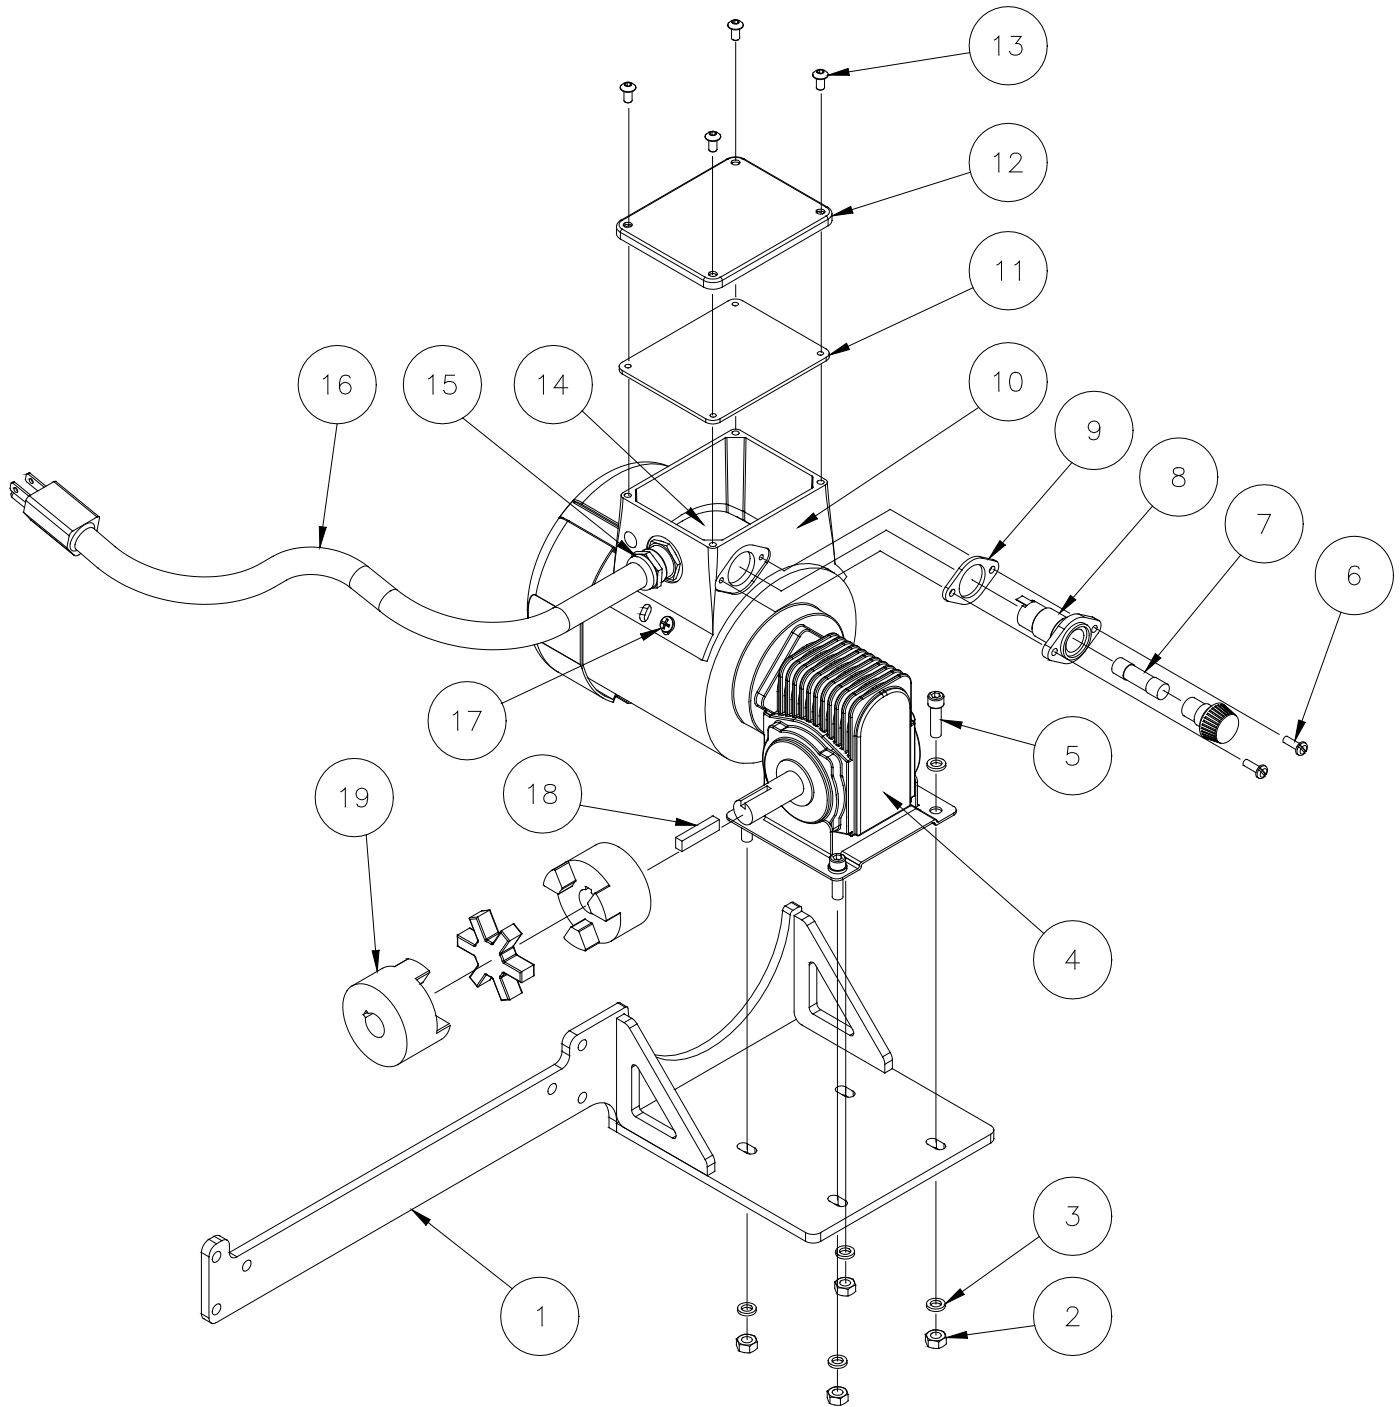

FIGURE 6B. BISON MOTOR COMPONENTS
**RIGHT ANGLE MOTOR COMPONENTS (REF. FIGURE 6B)**